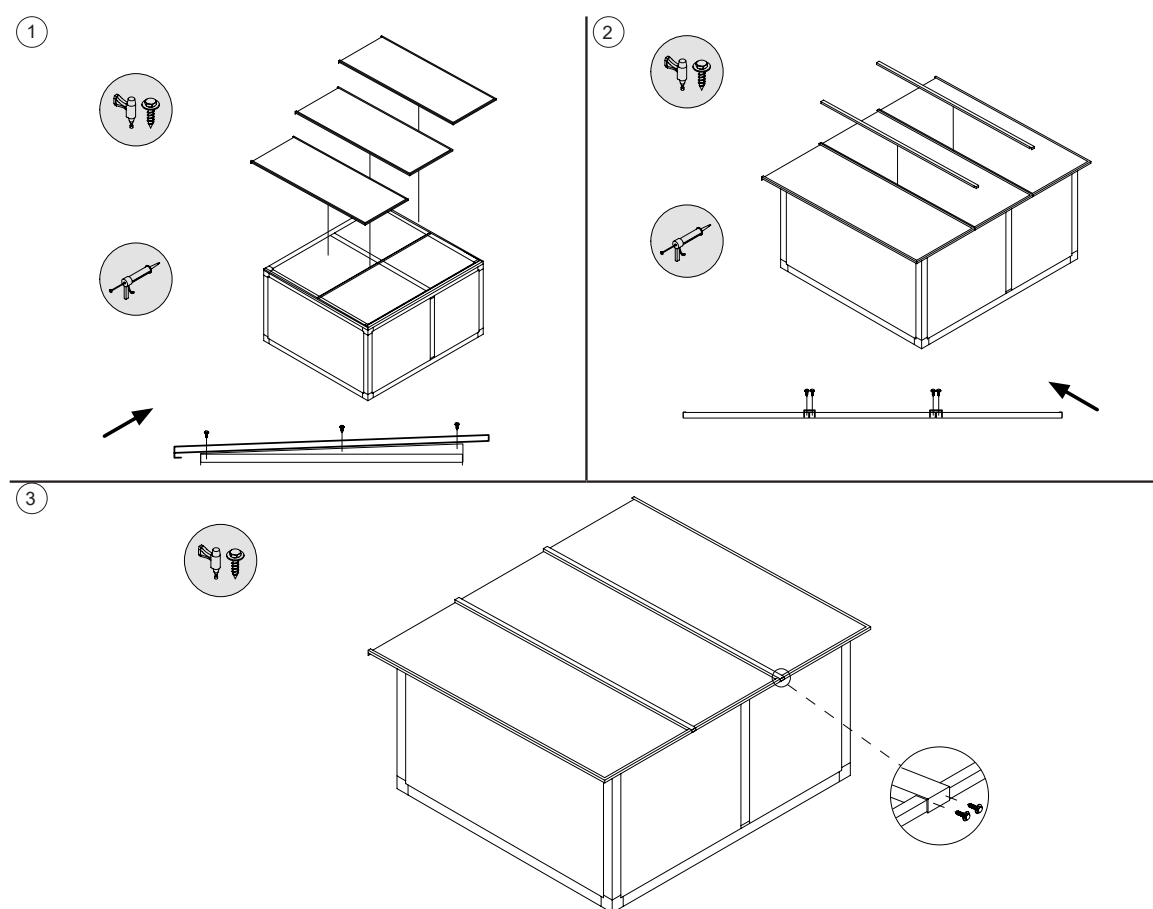

Рисунок 4 - Схема монтажа крыши
- 5.1.2 Расположите установку в выбранном месте. Если установка состоит из нескольких секций, расположите одну из них в выбранном месте, обклейте поверхность, которой она будет стыковаться уплотнительной лентой и стяните секции при помощи наружных или внутренних соединительных элементов (Рисунок 4).